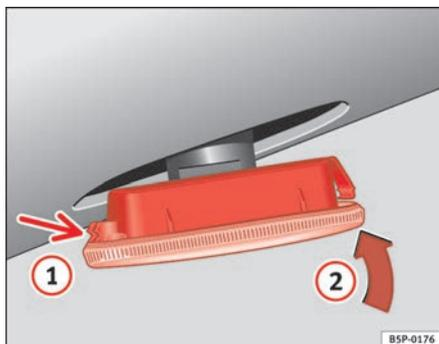

Fig. 147 Intermitentes laterales
- Coloque el intermitente en primer lugar en el orificio de la carrocería, encajando las pestañas **1** ⇒ fig. 147, y a continuación encaje la lámpara como indica la flecha **2** ⇒ fig. 147. ■